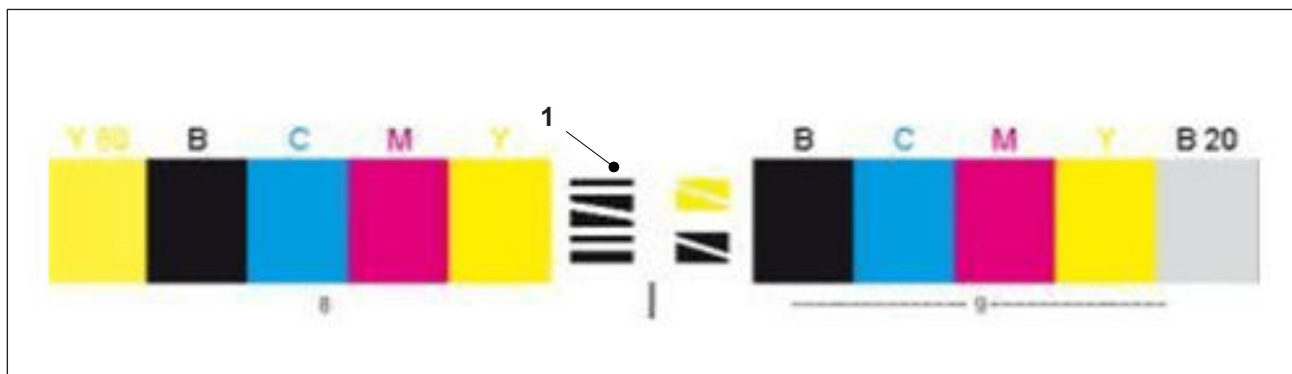

Abb. 20 Positionsmarkierung Prinect Inpress Control
- Zur automatischen Erkennung des Druckkontrollstreifens befinden sich Positionsmarken (Abb. 20/1) auf den Streifen. Diese müssen unbedingt vorhanden sein! Andernfalls wird der Druckkontrollstreifen nicht gefunden.